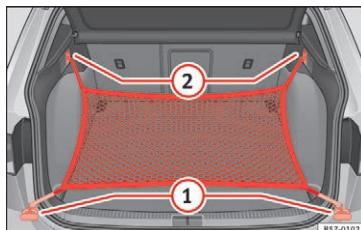

Fig. 157 I bagagerummet: øjer ① og kroge ② til fastgørelse af bagagenet
- Hægt bagagenettets korte kroge i fastgørelsesøjerne » Fig. 157 ① » ⚠. Bagagenettets lynlås skal vende opad.
- Fastgør fastspændingsbåndene i taskekroge ②.